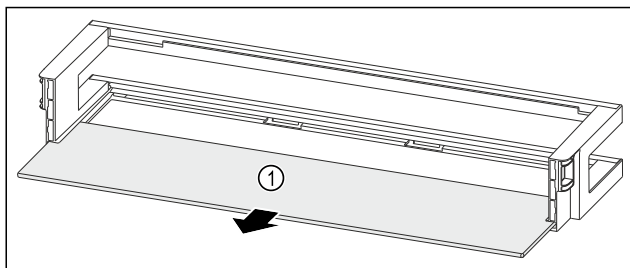

Fig. 201 Balconnet de contre-porte avec tablette de rangement
- Retirer la tablette de rangement Fig. 201 (1).